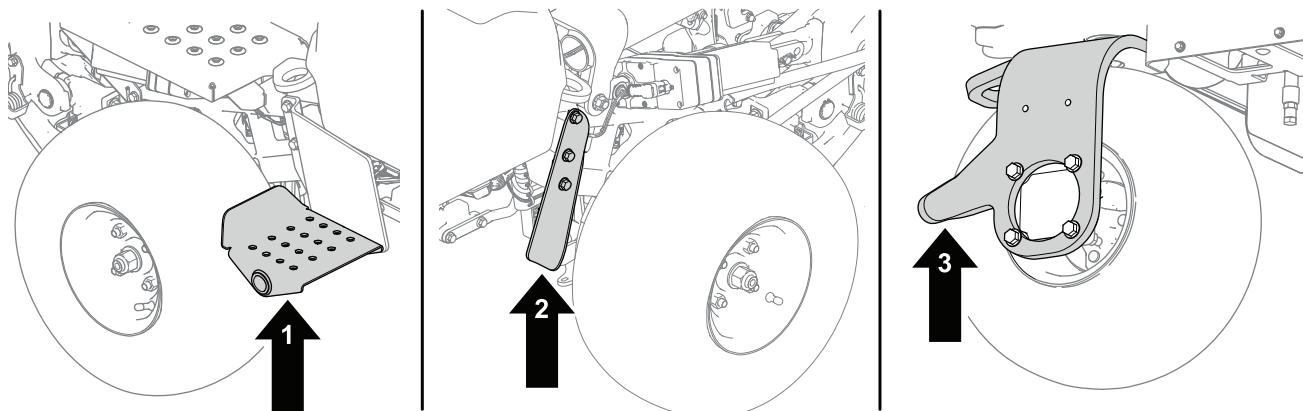

Рисунок 36
1. Разместите домкрат под нужной точкой поддомкрачивания (Рисунок 36):